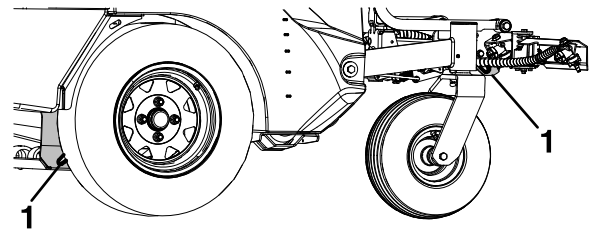

Figura 40
- Sujete la máquina firmemente al remolque o al camión con cadenas, correas, cables o cuerdas. Para sujetar la parte delantera de la máquina, utilice únicamente los puntos de amarre indicados en Figura 40. Si es posible, tanto las correas delanteras como las traseras deben orientarse hacia abajo y hacia fuera respecto a la máquina.